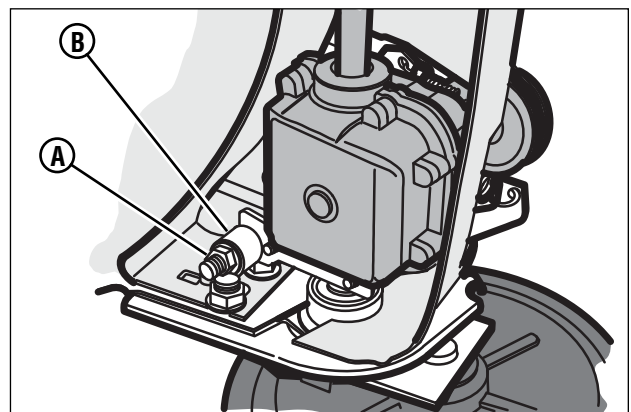

Figura 20: Ajuste de la tensión de la correa
- a. Apriete la tuerca ajustadora (A, Figura 20) hasta que la tuerca haga contacto con el espaciador (B). Trate de girar el espaciador. Cuando la tuerca ajustadora haga contacto con el espaciador, el espaciador no girará.